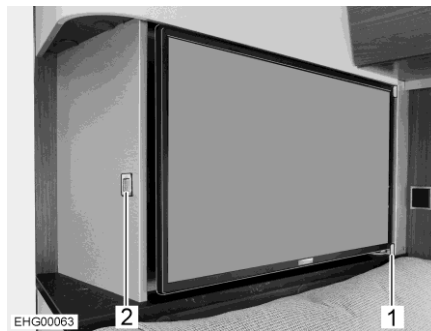

Bild 85 Platt bildskärm
Den platta bildskärmen är säkrad med en styrskena (Bild 85,1) i sidan.
- Tryck på frigöringsknappen (Bild 85,2).
- Dra den platta bildskärmen ur styrskenan (Bild 85,1) till önskat läge.
- För tillbaka den platta bildskärmen tills den hakar fast i styrskenan (Bild 85,1) i sidan.